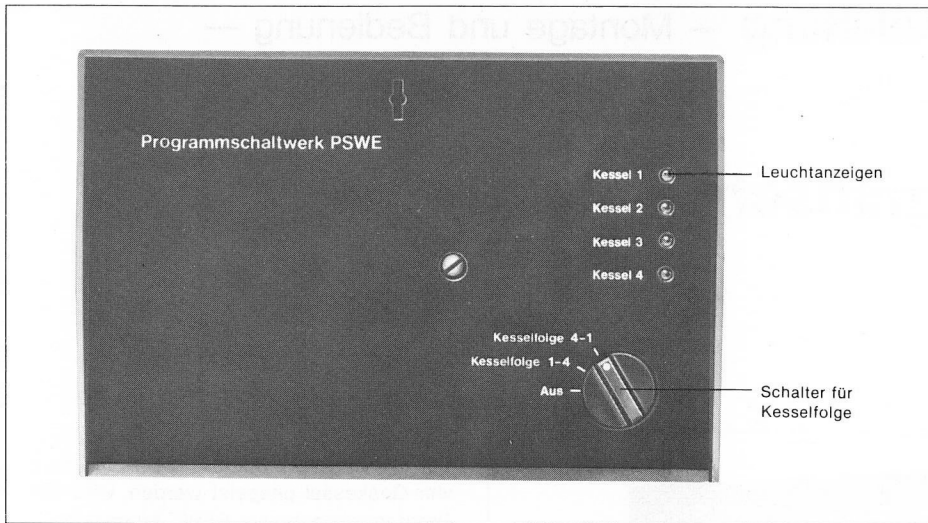

Bild 4 Programmschaltwerk PSWE, Frontansicht
3.1 Schalter für Kesselfolge (Bild 4).